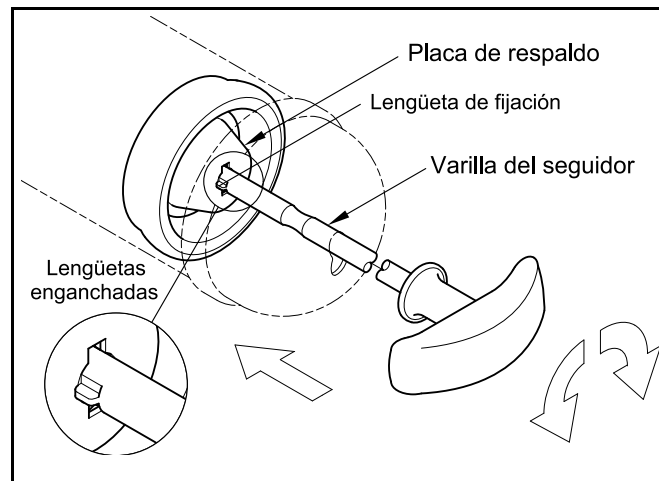

Figura 2 Varilla del seguidor enganchada con la placa posterior
1. Jale la varilla del seguidor hacia fuera y luego gírela para enganchar la varilla en el seguidor. Vea la **Figura 2**.